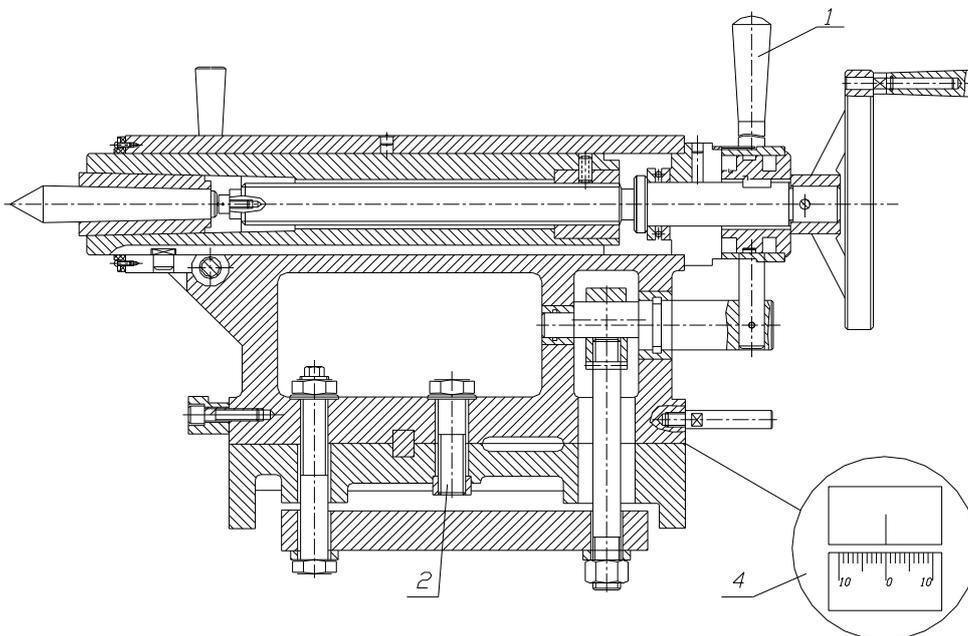
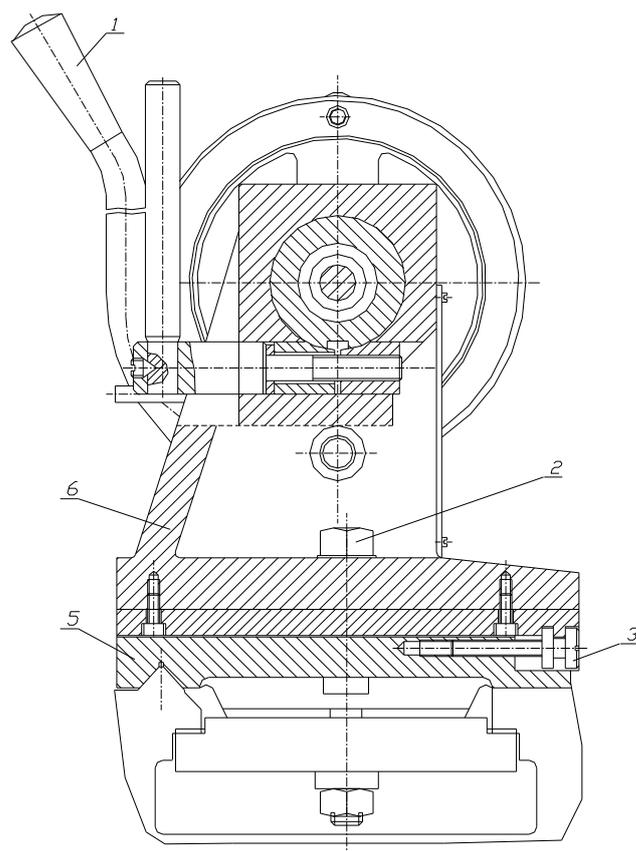

Рис.6-9. Поперечное смещение задней бабки
Рис.6-10. Поперечное смещение задней бабки
### 6.2.10 ПОПЕРЕЧНОЕ СМЕЩЕНИЕ ЗАДНЕЙ БАБКИ (См.Рис.6-9 и Рис.6-10)
- Когда вы отвинчиваете или завинчиваете винт 3, Рис.6-10, верхняя часть задней бабки смещается к передней или задней направляющим призмам, т.е. налево или вправо от нуля по шкале;